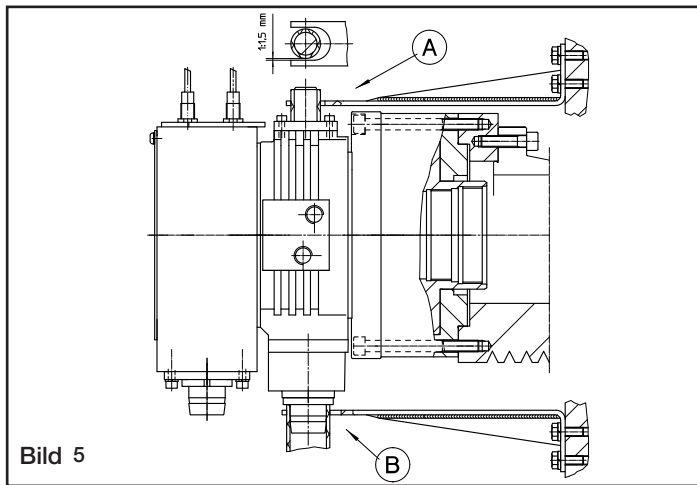

Bild 5
- 3.3 **⚠** Es dürfen nur Verschraubungen mit zylindrischen Gewinden und entsprechenden Dichtscheiben verwendet werden, niemals Verschraubungen mit konischen Gewinden verwenden. Die Drehzuführung, der nicht rotierende Teil des Hydraulikzylinders, muss gegen Verdrehen mittels einer geeigneten Konsole, die an der Maschine angebracht wird, gesichert werden (Bild 5, z.B. A oder B). Die Konsole muss eine Bohrung zur Aufnahme des Verdrehstiftes besitzen